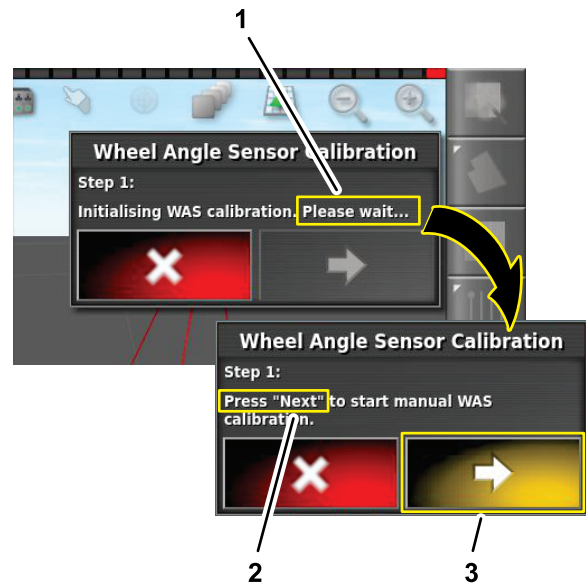

Figura 164
5. En el paso 1, espere a que se inicie la calibración del sensor del ángulo de las ruedas, y pulse el icono Paso siguiente (Figura 164).